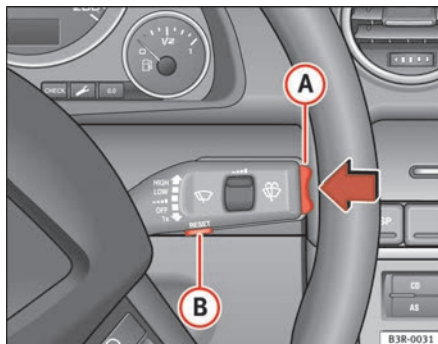

Fig. 58 Alavanca do limpador-pára-brisas: Interruptor-selector de funções
- Pressione o comutador-selector de funções na alavanca do limpador-pára-brisas (A) ⇒ fig. 58, na parte superior ou inferior, para modificar o valor programado. Os aumentos ou diminuições da velocidade poderão memorizar-se em intervalos de 10 km/h.
- Pressione a tecla Reset colocada na alavanca do limpador-pára-brisas (B) ⇒ fig. 58 até que apareça riscado o símbolo de aviso do limite do aviso 2.